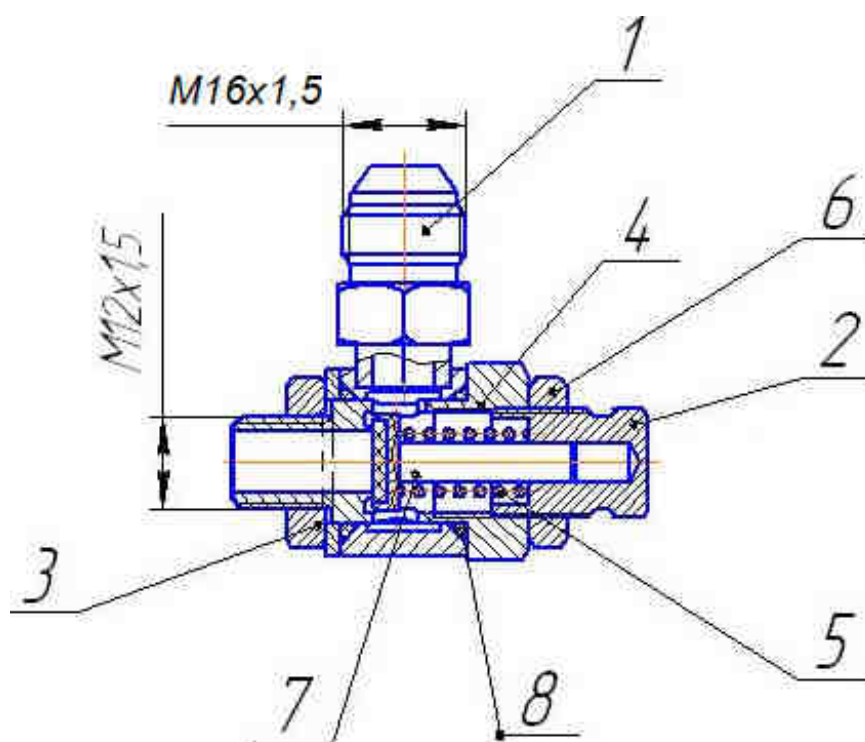

Рис.1 Клапан предохранительный КП-1
4.1 Клапан состоит из контура в сборе 1, корпуса 4, золотника 7, винта регулировочного 2, пружины 5, контргайки 6 (см.рис.1). Клапан устанавливается в магистраль через патрубок или тройник по резьбе корпуса 4 - M12x1,5 и настраивается на рабочее давление, $P_p = P_N$, МПа.